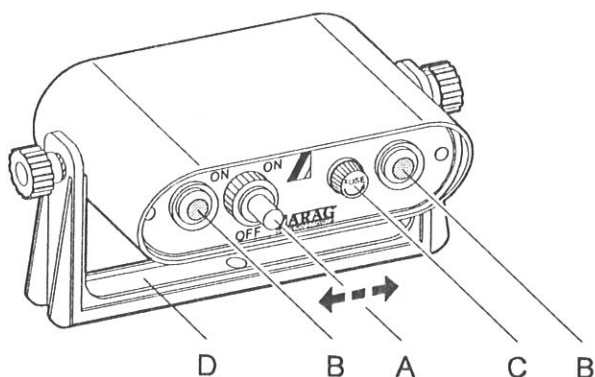

Fig. 9 Manöverpanel
3. Starta elkompessorn, vrid selektorratten (A, fig. 9) åt höger.
6. Vrid över selektorratten (A, fig. 9) åt vänster och upprepa moment 4 och 5.
- Starta kompressorn med selektratten A, fig. 9 på manöverpanelen. På några sekunder har arbetstrycket uppnåtts i ledningarna och skum strömmar ut från den valda skumutkastaren.